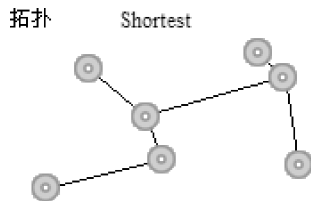
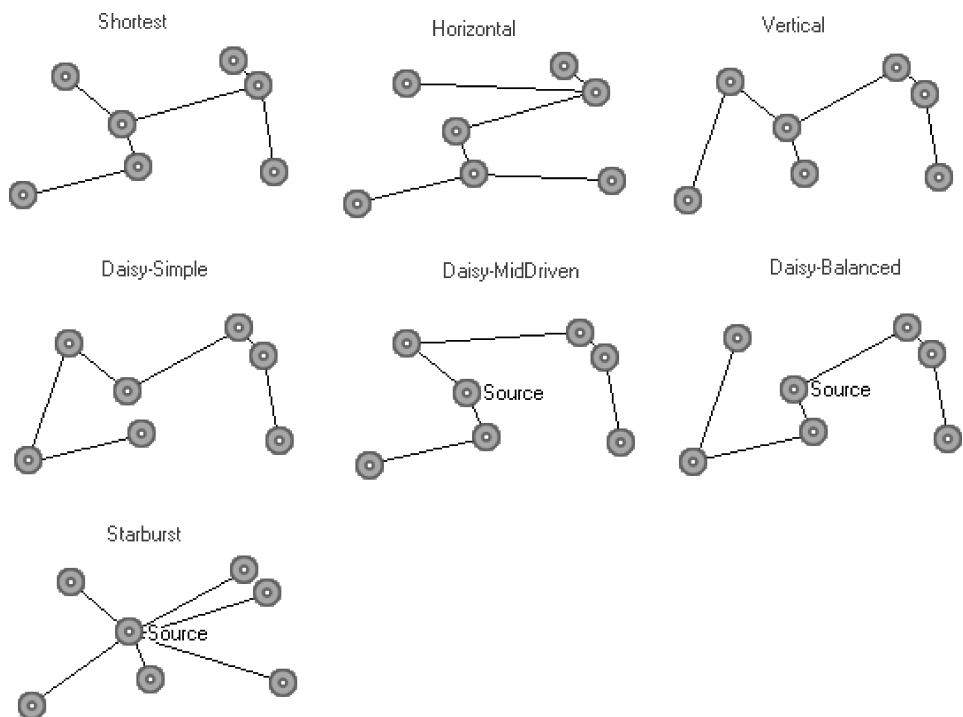

图 9-8 设置走线拓扑结构
图 9-9 各种拓扑结构
2) “Routing Topology”（走线拓扑结构规则）：用于选择走线的拓扑结构，如图 9-8 所示为该项设置的示意图。各种拓扑结构如图 9-9 所示。